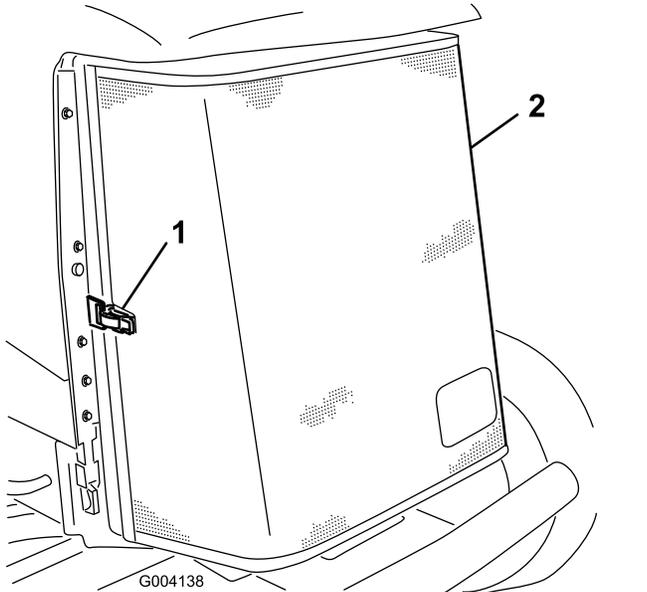

図 109
5. 後スクリーンのラッチを外してスクリーンを開く **図 109。**